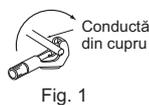

Fig. 1
- Furtunul de evacuare trebuie să fie orientat în jos, pentru a facilita scurgerea lichidelor. (Fig. 1)
- 1) Branșați conducta pentru agentul frigorific la furtunul de evacuare, apoi aplicați ferm bandă adezivă din pâslă (4) de la capăt. Lățimea de suprapunere a benzii adezive din pâslă (4) ar trebui să reprezinte 1/3 din lățimea benzii. Aplicați un bandaj la capătul benzii adezive din pâslă (4).
- 2) Scoateți capacul de scurgere din partea dreaptă din spate a unității interioare. (Fig. 1)
- 1) Tăiați corect conducta din cupru cu ajutorul cleștei pentru tăiat țevi. (Fig. 1, 2)